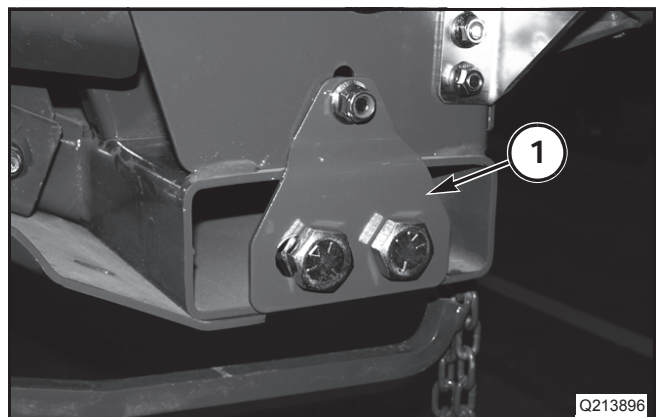

FIG. 41
FIG. 41: Los conjuntos adicionales de cortadores (1) pueden ser almacenados en la parte inferior trasera, en el lado izquierdo de la estructura de la plataforma.